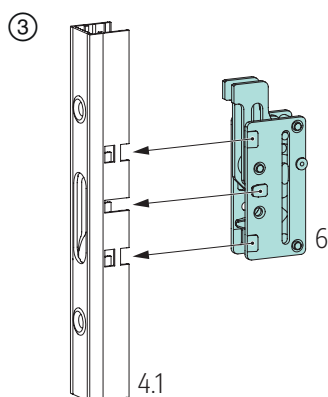

Abb. 16
③ Bei Getriebe mit Haken 4.1 die Hakenkästen 6 in das Getriebe klipsen; **Abb. 16.**